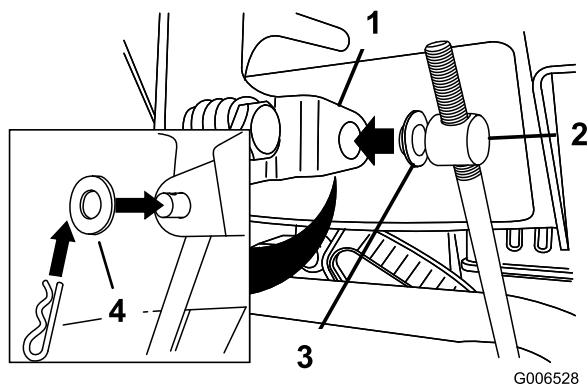

Figure 5
2. Fixez l'extrémité inférieure de la tige de commande de vitesse avec une rondelle plate et une goupille fendue (Figure 5).
3. Placez une rondelle plate sur le tourillon (Figure 5).
- B. Désaccouplez le tourillon du levier sélecteur de vitesses (Figure 5).
- C. Tournez le tourillon vers le bas (sens horaire) sur la tige de commande de vitesse (Figure 5).
- D. Accouplez le tourillon au levier sélecteur de vitesses (Figure 5).